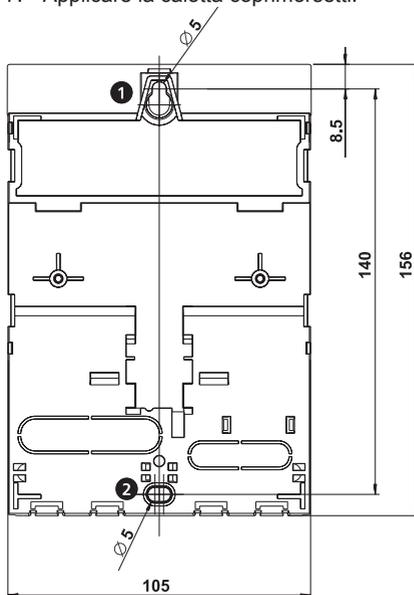

Fig. 2: Lato posteriore della centralina con aperture di montaggio superiore ❶ e inferiore ❷
2. Avvitare la vite per l'apertura di montaggio superiore ❶ (fig. 2), in modo tale che la testa della vite mantenga una distanza dalla superficie di montaggio compresa tra i 5 e i 7 mm.
4. Disegnare sulla superficie di montaggio l'apertura di montaggio inferiore ❷ attraverso la scatola della centralina.
6. Appendere la centralina all'apertura di montaggio superiore ❶ e fissarla con una vite all'apertura di montaggio inferiore ❷.